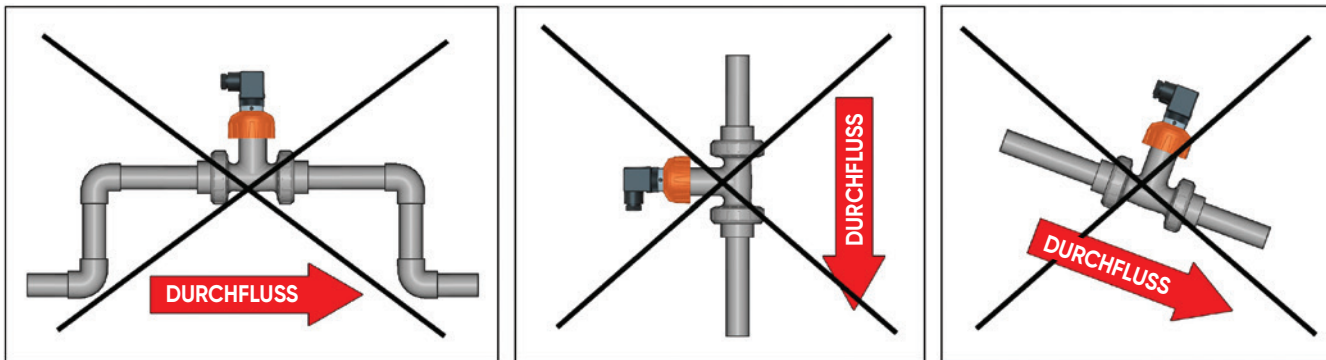

Abb. 3
- Die drei Installationskonfigurationen in **Abb. 3** müssen vermieden werden, es sei denn, es ist sichergestellt, dass sich in der Rohrleitung keinerlei Luftblasen befinden.